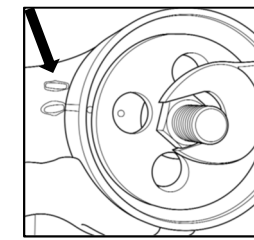

Fig. 19
6. Ruotare l'imbuto "D" in modo che la tacca sia allineata alla tacca presente sul braccio longitudinale (Fig. 19)